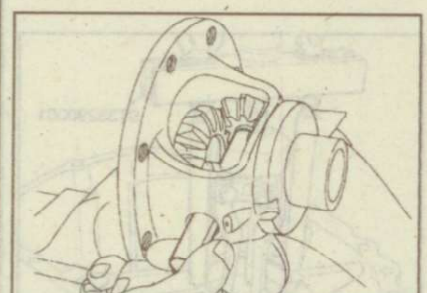

Рис. 9.245. Установка оси сателлитов
2. Через отверстия в коробке дифференциала и сателлитах вставьте ось сателлитов (рис. 9.245).